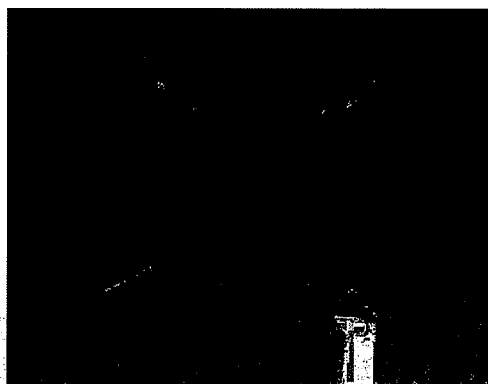

Figure 36
3. Si la machine est équipée d'un embout de nettoyage optionnel, ouvrez le couvercle de l'orifice de nettoyage inférieur en dévissant les quatre boutons (voir figure 36). **REMARQUE : avant toute chose, assurez-vous que le réservoir est vide.**